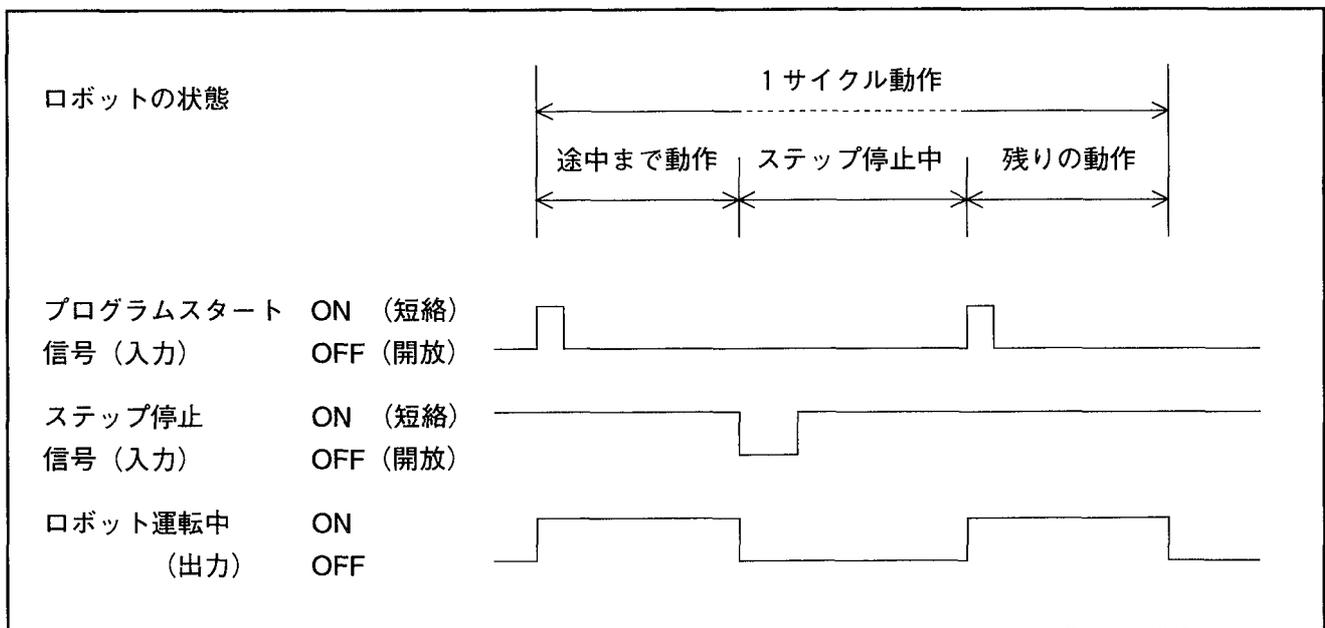

図5-37 ステップ停止信号
(3) 入力条件と動作
- ①この信号がON (短絡) →OFF (開放) されると、ロボットは現在実行中のステップを終了した時点で停止し、ロボット運転中出力をOFFします。しかし自動モード、外部モードは維持されており、プログラムスタート信号の入力でプログラムの続きを実行します。図5-37をご参照ください。
- ②プログラムスタート信号入力時にこの信号をOFF (開放) しておく、ステップ毎に停止します。
- ③オペレーティングパネルまたはティーチングペンダントによる内部運転の場合は、この信号がON (短絡) →OFF (開放) されたときに限り有効です。
- ④ステップ停止後の再起動方法はP5-33の「3.4.4 プログラムスタート」をご参照ください。